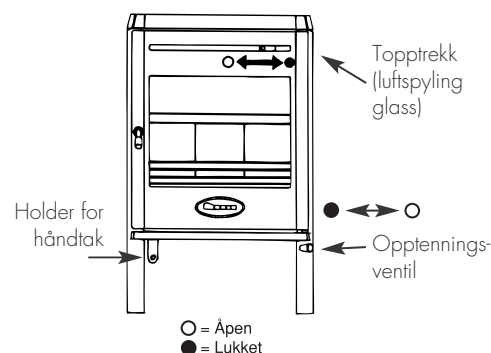

Fig. 7 Betjening trekkregulering
2. Legg peisovnen forsiktig på ryggen og monter holder for betjeningshåndtak (vinkeljern med to hull). Denne holderen festes på den venstre skruen som holder askeleppen se fig. 7.